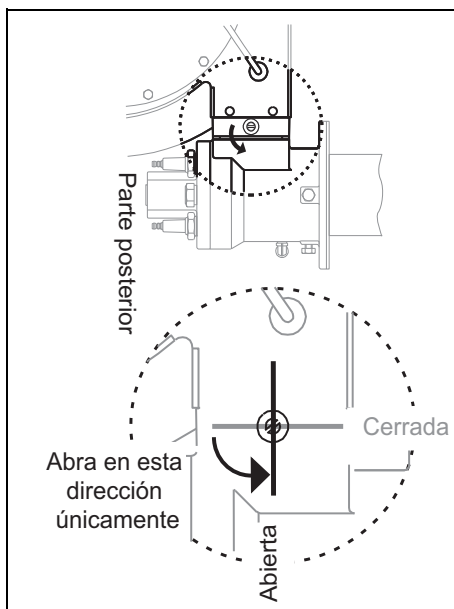

Figura 4.1. Dirección de apertura de la válvula de mariposa de aire
8. Controle que el actuador abra la válvula de mariposa hacia la parte posterior del quemador, como se muestra en la figura 4.1. Si no lo hace, consulte la publicación del actuador para obtener instrucciones sobre cómo invertir la dirección.